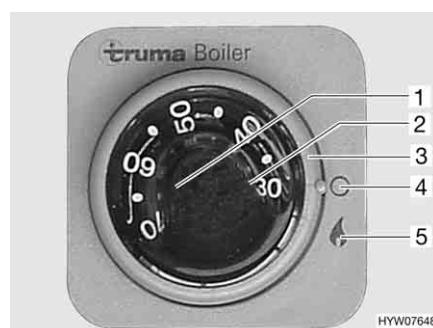

Fig. 102 Centralina di controllo per boiler Truma
- Portare l'interruttore girevole (Fig. 102,3) in posizione "▲" (Fig. 102,5). La spia verde di controllo "Funzionamento" illumina la manopola (Fig. 102,1).
- Impostare con la manopola (Fig. 102,1) la temperatura desiderata dell'acqua.
In caso di guasto si accende la spia rossa di controllo (Fig. 102,2) (vedi capitolo 14).
- Portare l'interruttore girevole (Fig. 102,3) in posizione "○" (Fig. 102,4).
- Portare l'interruttore girevole (Fig. 102,3) in posizione "O".
- Ruotare del tutto a sinistra la manopola (Fig. 102,1).